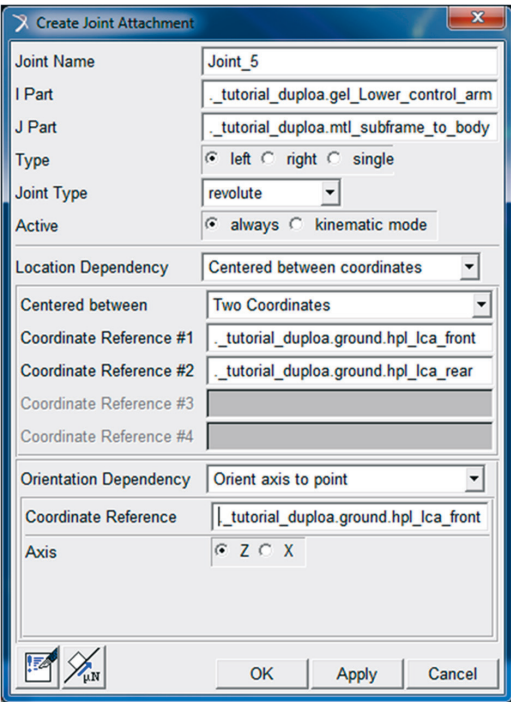

Figura 5.123 – Preenchimento de caixa de diálogo para criação da Junta 5.
- Na janela *Create Joint Attachment*, preencha os campos, conforme mostrado na Figura 5.123. Note que esta junta é do tipo revoluta (*Revolute*) e é construída entre o *General Part* “*gel\_Lower\_control\_arm*” e o *Mount* “*mtl\_subframe\_to\_body*”.